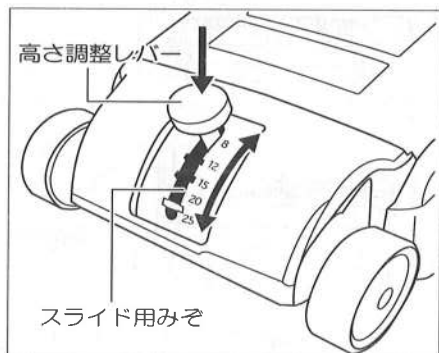

図9
- ①刈り込み高さは、8. 12. 15. 20. 25mmの5段式です。
- ②高さ調整レバーを押し込みながらスライドさせてください。(図9参照)